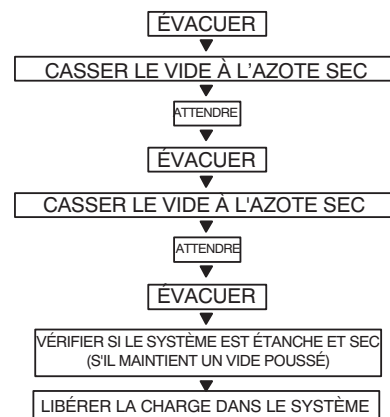

Fig. 21 – Méthode de triple évacuation
ne peut appliquer un vide de 500 microns et que le système ne contient pas d'eau liquide. Consultez la figure 21 et procédez comme suit :
5. Répétez cette procédure comme indiqué à la figure 21. Le système sera ensuite exempt de contaminants et de vapeur d'eau.